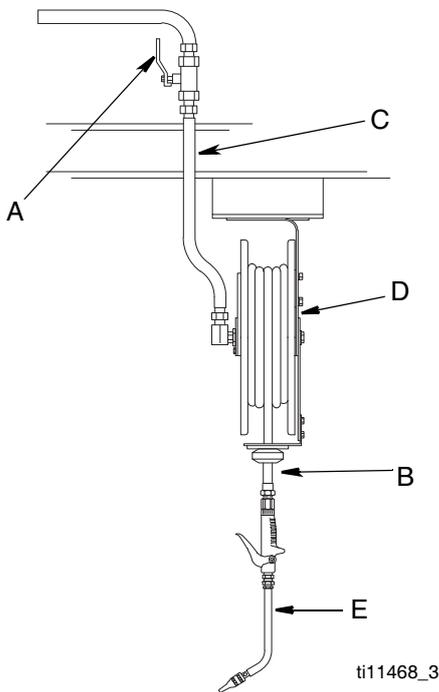

ABB. 1
2. Das Materialabsperrentil (A, ABB. 1) schließen.
In ABB. 1 ist ein typischer Einbau dargestellt. Hierbei handelt es sich lediglich um einen Einbauvorschlag. Bei den dargestellten Komponenten handelt es sich um typische Komponenten, die kein vollständiges Systemdesign bilden. Ihr Graco-Händler hilft Ihnen gerne bei der Zusammenstellung eines auf Ihre spezifischen Anforderungen abgestimmten Systems.